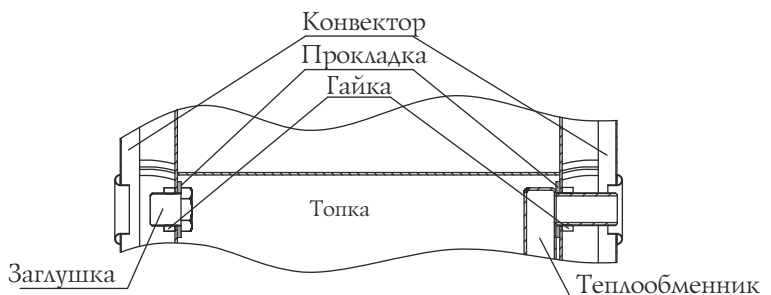

Рисунок 9. Демонтаж теплообменника.
3. Снять теплообменник (рисунок 9) отвернув гайки 2 шт. и вынув его из отверстий, прокладки остаются на штуцерах;